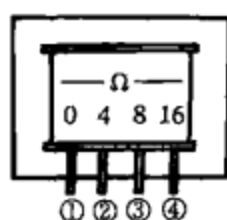

图 2-32
(1) 阻抗比是指音频变压器初级与次级之间的阻抗比值。某输出变压器如图 2-32 所示，其次级阻抗直接标注在变压器上。
(2) 功率是指音频变压器正常工作时所能承受的最大功率，一般在晶体管收音机中可不必考虑。在电子管扩音机（胆机）和有线广播系统中，则必须注意音频变压器的功率。在高保真